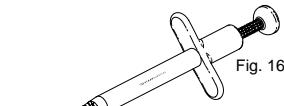

Fig. 16
- Glisați cartușul în partea din față a injectorului și blocați prin declic clapeta verticală pe poziție. (Fig. 16 și 17)